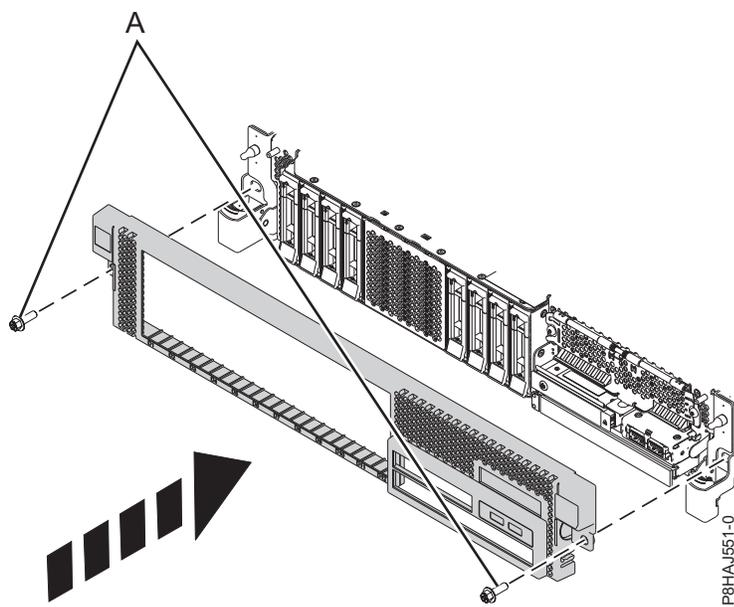

Figura 19. Instalando a Tampa Frontal
3. Feche as travas de liberação, empurrando na direção mostrada na Figura 19 na página 35. A tampa se encaixa no lugar e possui uma indentação pela qual é possível segurá-la mais facilmente.
4. Substitua os parafusos de remessa (A).